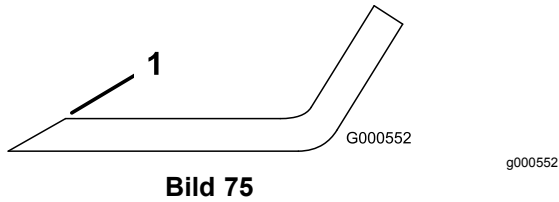

Bild 75
- Schärfen Sie die Schnittkante an beiden Enden des Schnittmessers mit einer Feile (Bild 75).
Hinweis: Feilen Sie, wenn das Schnittmesser nicht ausgewuchtet ist, vom Flügelbereich des Messers etwas Metall ab (Bild 75).